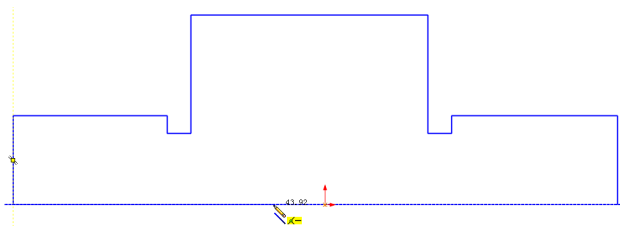

图 2-8 向右拖曳鼠标
(3) 在绘图区中的左下方端点上, 单击鼠标左键, 进入草图绘制环境, 再次单击鼠标左键并右拖曳, 如图 2-8 所示。